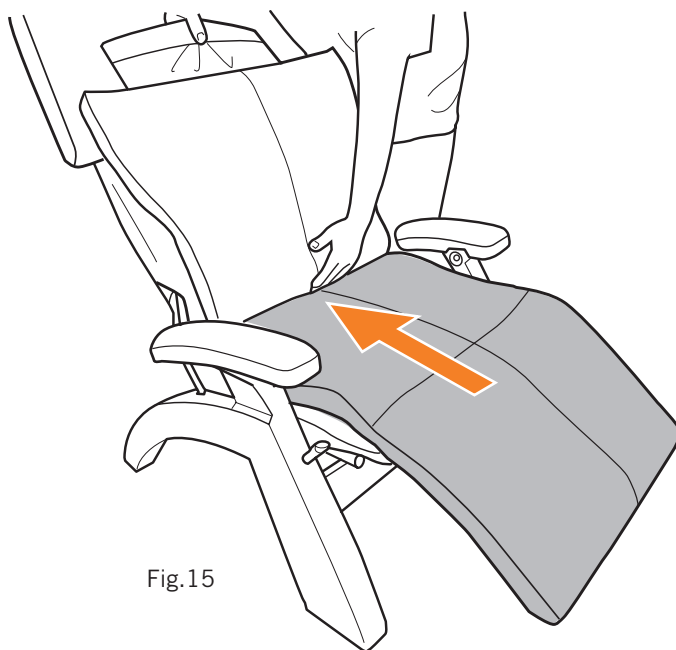

Fig.15
5. Hale hacia arriba la almohadilla del cuerpo para desprender los cierres de velcro del asiento, tire de ella con firmeza hacia arriba sobre el respaldo, y luego presione con firmeza sobre el área del asiento y las piernas para fijarla (Fig. 15).